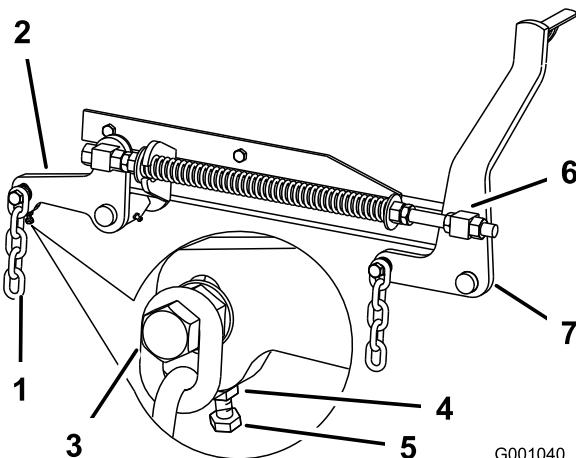

Figure 75
7. Si la distance mesurée au point **B** ou **C** n'est pas correcte, desserrez le boulon qui fixe la chaîne arrière au bras de support arrière (Figure 75).
8. Desserrez l'écrou de blocage sous le bras de support arrière et agissez sur le boulon de réglage de manière à obtenir une distance de 7,9 à 8,3 cm (Figure 75).
- Desserrez d'environ 13 mm les écrous de blocage à l'avant des pivots avant gauche et droit (Figure 75).
- Réglez les écrous de relevage sur les côtés gauche et droit de la machine de manière à abaisser l'avant de 6 à 10 mm au point **A** par rapport au point **B** à l'arrière (Figure 75).